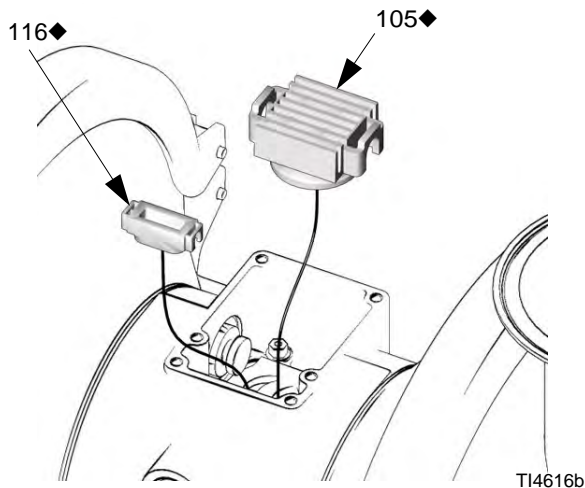

FIG. 11
6. Ingrassare la parte inferiore del blocco guida (116) e installarlo in modo che le linguette scattino in posizione nelle scanalature all'estremità dei perni guida (114). Vedere FIG. 11.
7. Ingrassare il lato inferiore del carrello della valvola (105). Vedere FIG. 11.
8. Installare il carrello della valvola (105) in modo che le linguette scivolino nelle scanalature della parte più stretta del pistone degli attuatori (111). Vedere FIG. 11.